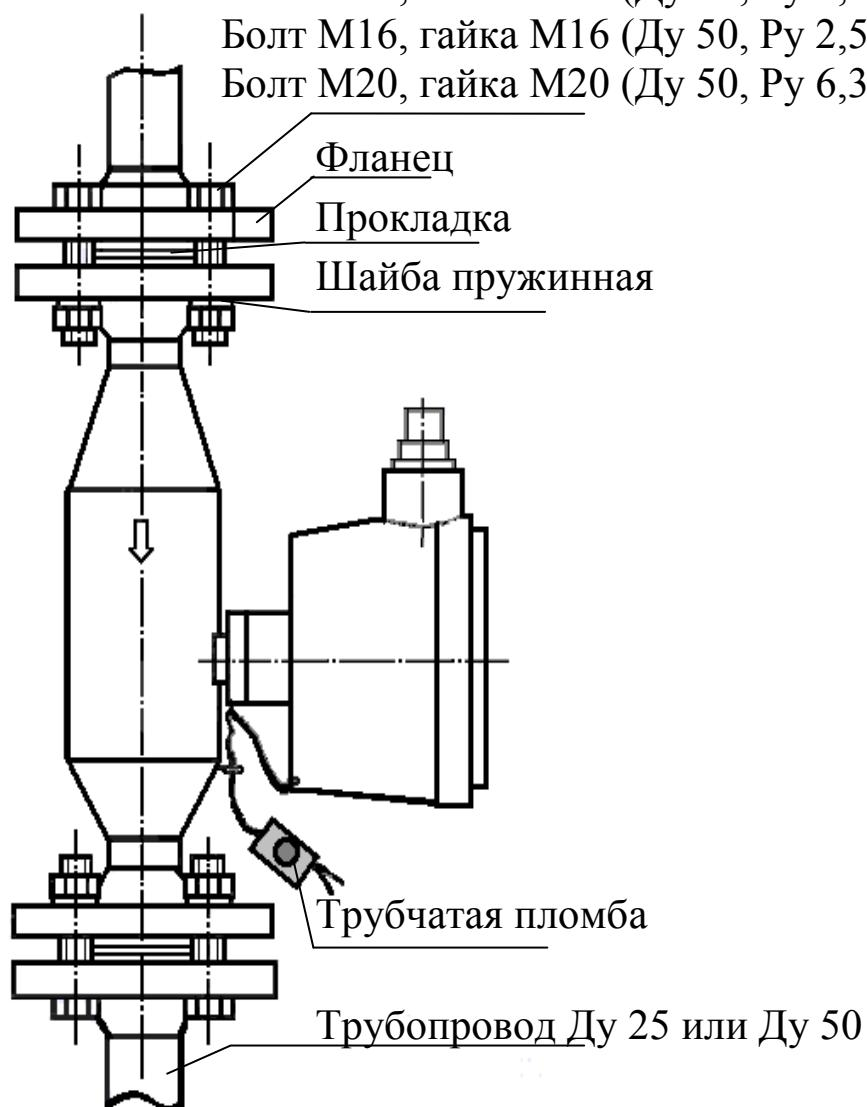

Рисунок 6
Проверить наличие маркировки на составных частях изделия путем сличения с маркировкой, указанной в п.1.7, соответствие заводских номеров составных частей изделия заводским номерам, записанным в паспорте. Проверить наличие и целостность отиска клейма поверителя на пломбе на корпусе изделия (см. рисунок 6).
2.5.1 Монтаж и установка изделия должны производиться в соответствии с утвержденным в установленном порядке проектом, разработанным специализированной организацией с учетом требований монтажного чертежа (рисунок 6). Запрещается приступать к работе, не ознакомившись с установкой и порядком работы изделия.